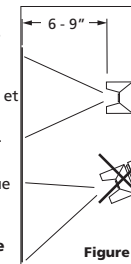

Figure 8
1. Commencer à pulvériser. Toujours tenir le pistolet à angle droit par rapport à la surface et déplacer le poignet pour faire le travail. (Voir Figure 8).